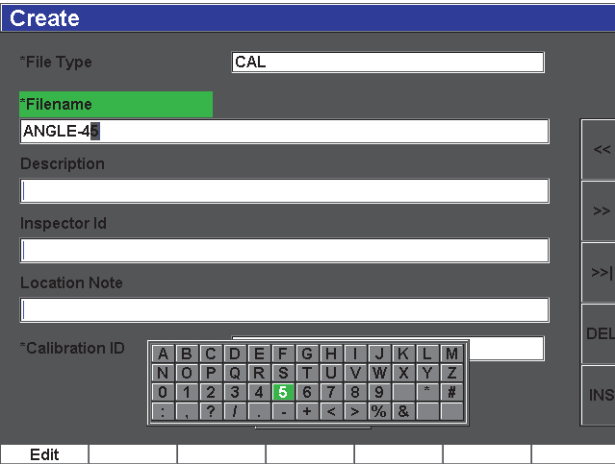

Рис. 2-19 Экран Create (Создать)
2. Нажмите клавишу **Create** (Создать), чтобы открыть экран создания файлов. Открывается экран **Create** [см. Рис. 2-19 на стр. 50].